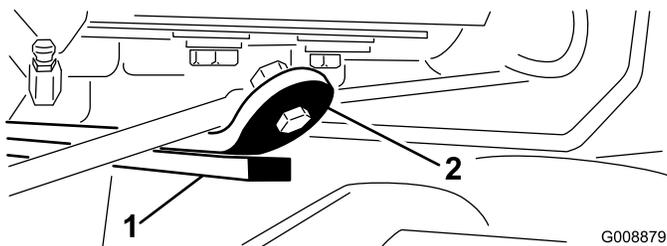

Figura 13
3. Ligue o motor, eleve as unidades de corte e certifique-se de que a folga entre a fita de atrito na barra de atrito da parte superior da unidade de corte e a correia do amortecedor é de 0,51 a 2,54 mm (Figura 13).